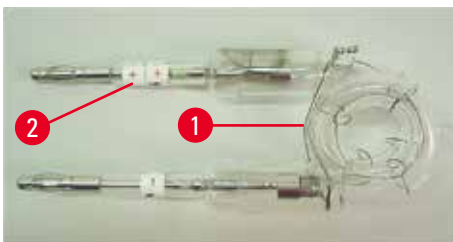
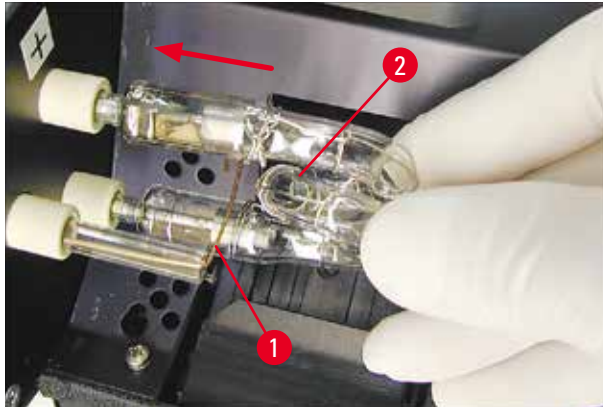

図 18
図 20
2. 新品のフラッシュランプ (→「図 18」) をソケット (→「図 17-3」) に取り付けます。次にランプを慎重に奥まで (「+」の極性マーカが隠れるまで) 押し込みます (→「図 20」)。必要に応じて、フラッシュランプをやさしく上下に揺すります。